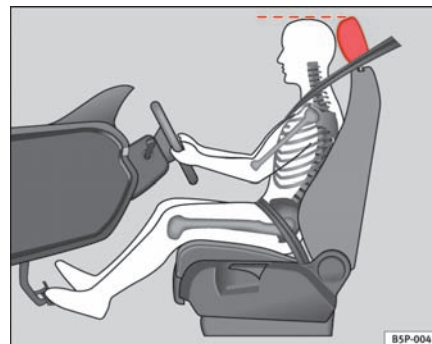

Fig. 2 Sådan sidder førerens hovedstøtte korrekt.
- Indstil hovedstøtterne således, at hovedstøttens øverste kant er på højde med den øverste del af dit hoved ⇒ fig. 2.